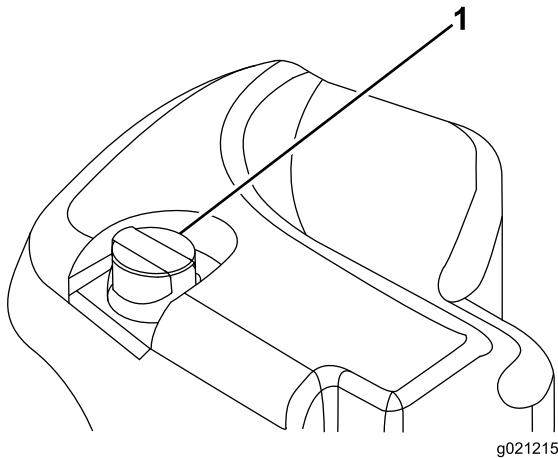

Bild 34
2. Reinigen Sie den Bereich um den Füllstutzen und den Deckel des Hydraulikbehälters (Bild 34).